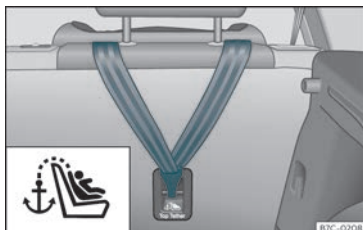

Fig. 27 Parte posterior dos bancos traseiros: argolas de fixação para o cinto Top Tether.
- Deslize a corria e fixe-a corretamente na fixação da parte posterior do encosto >>> **Fig. 27**.